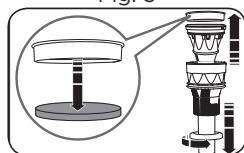

Fig. 6
2. Soulevez l'ensemble du filtre et démontez-le (Fig. 6).